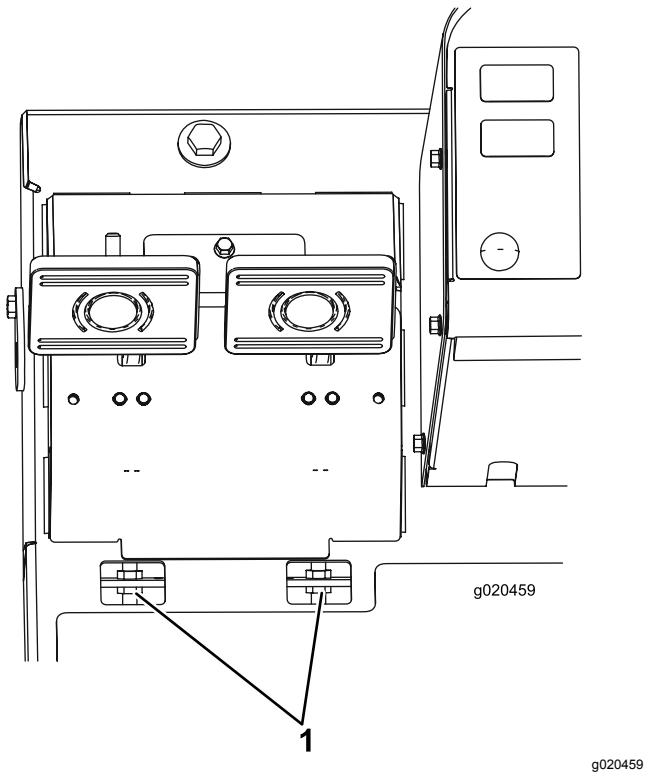

Figura 91
- B. Desaperte a porca dianteira na extremidade roscada do cabo do travão (Figura 91).